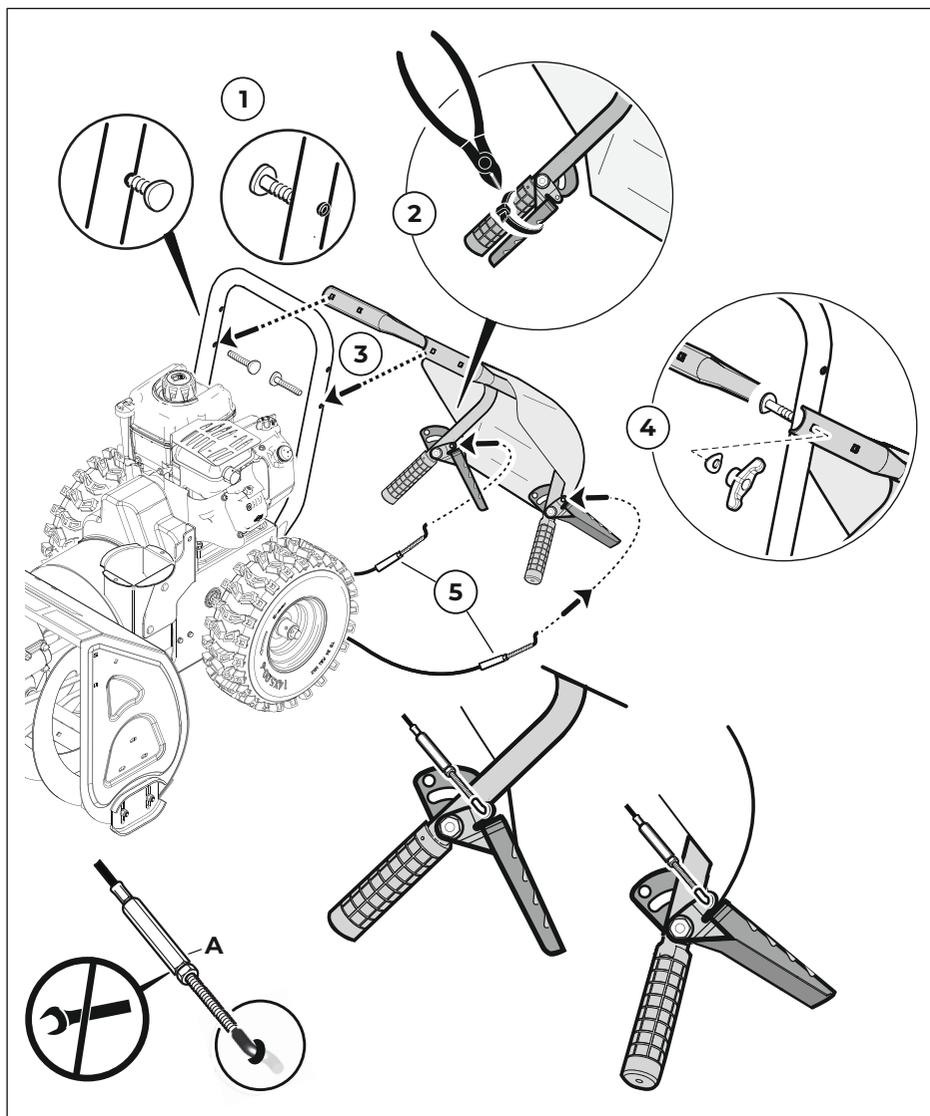
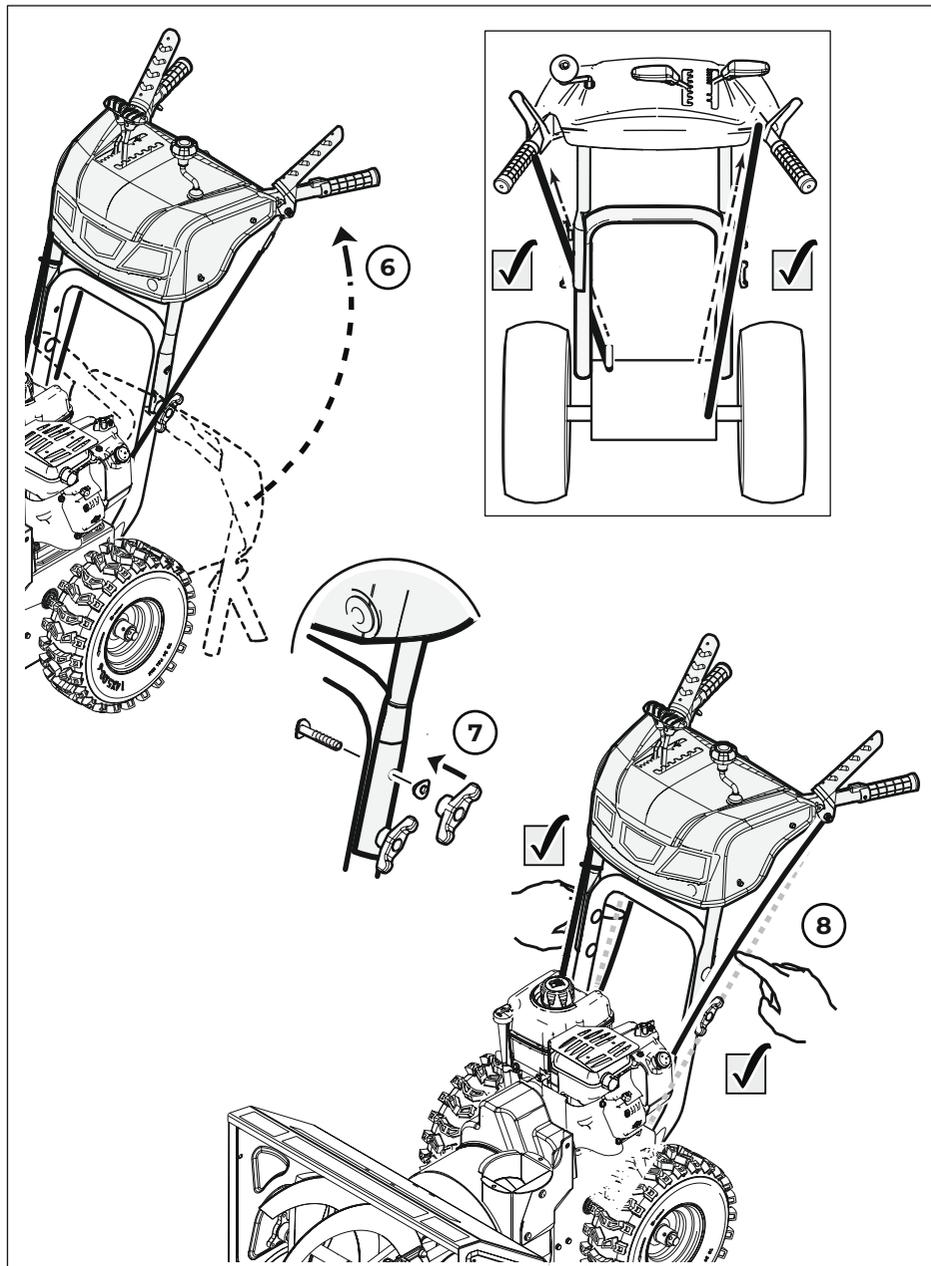

Рис. 6
Рис. 7
**2.2 Рукоятка (рис. 6, рис. 7)**
**ПРИМЕЧАНИЕ:** Регуляторы натяжения тросиков рис. 6 поз. А установлены на заводе.
Регулировка не требуется. Проверьте натяжение обоих тросиков рис. 7 поз. 8. Тросики должны немного прогибаться при среднем надавливании пальцем.